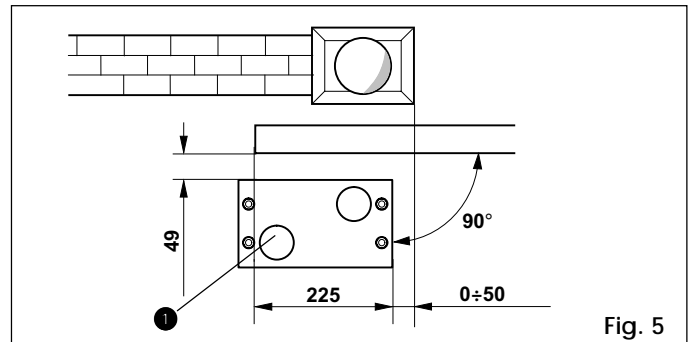

Fig. 5
- 2) La placa de cimentación debe ubicarse exclusivamente de la manera indicada en las Fig. 5 (cierre a la derecha) o